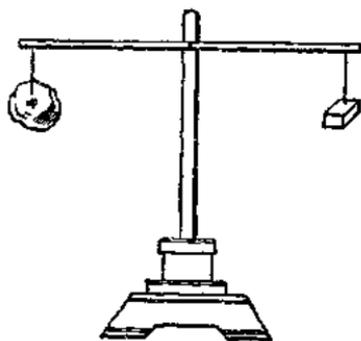

图 1
1. 用纱布包上一些棉花,扎成一个小球。然后将小球浸在饱和的食盐溶液里。浸透后取出晒干。用细线把它悬挂在筷子的一端。把重量跟棉花球相等的一块橡皮(或用其他东西代替)挂在筷子的另一端(图1)。